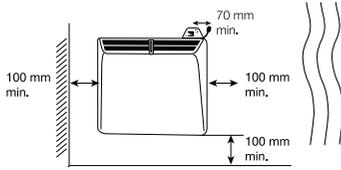

Рис. 4
- При настенной установке конвектора, необходимо вертикально установить держатель Bullet Sensor с помощью самореза и дюпеля на стене как указано на рис. 4.